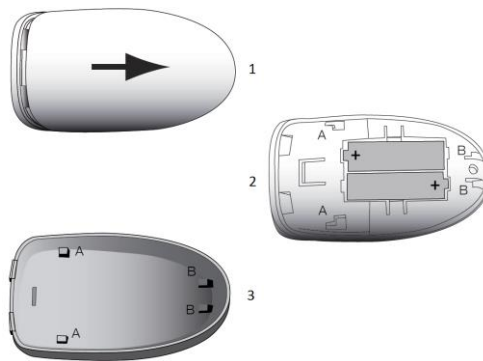

Abbildung 16: Batteriewechsel in der Fernbedienung
- Entfernen Sie die hintere Abdeckung der Fernbedienung, indem Sie sie ein paar Millimeter nach unten schieben (Abbildung 16, Teil 1) und nach oben anheben.
- Legen Sie den neuen Batteriesatz in das Gehäuse ein (Abbildung 16, Teil 2).
- Bringen Sie die hintere Abdeckung der Fernbedienung an, indem Sie die Laschen A und B der hinteren Abdeckung (Abbildung 16, Teil 3) in die entsprechenden Kerben des Fernbedienungsgehäuses (Abbildung 16, Teil 2) einsetzen.